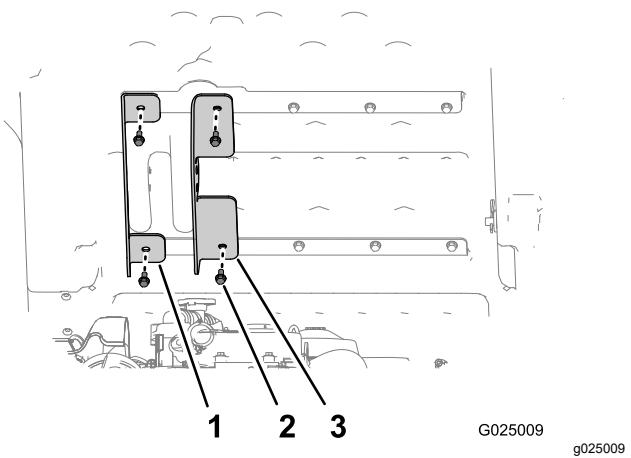

Figura 6
3. Allineate la staffa di sollevamento esterna di sinistra (la staffa dalla flangiatura corta) ai fori esterni del supporto superiore e inferiore del pianale (Figura 6).
4. Fissate la staffa di sollevamento esterna al pianale con i 2 bulloni rimossi al passaggio **1**, quindi serrate i bulloni a mano (Figura 6).
5. Allineate la staffa di sollevamento interna (la staffa dalla flangiatura lunga) ai fori interni del supporto superiore e inferiore del pianale (Figura 6).
6. Fissate la staffa di sollevamento interna al pianale con i 2 bulloni rimossi al passaggio **2**, quindi serrate i bulloni a mano (Figura 6).
- Serrate i 4 bulloni (5/16" x 3/4") che fissano la staffa di sollevamento interna ed esterna al pianale (**Figura 6**) con una coppia da 15 a 16,6 N·m.